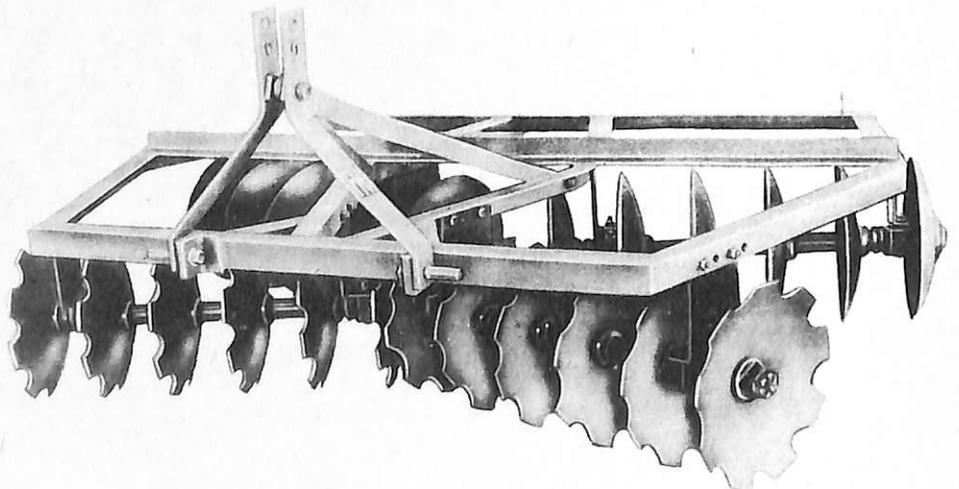

Fig. 20 - Grade de disco, um implemento bastante utilizado no preparo do solo
**Grades** - Podem ser de vários tipos - de dentes rígidos, de dentes flexíveis (molas) e de discos (Fig. 20). As duas primeiras são mais utilizadas com tração animal, e as últimas podem ser operadas por tração animal ou mecânica.